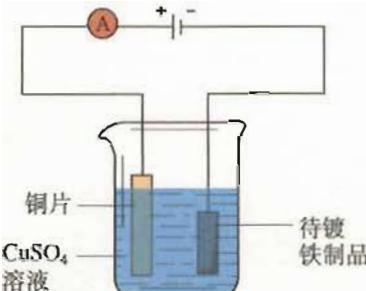

图 3-26 电镀铜实验装置
- 在大烧杯中加入  $\text{CuSO}_4$  溶液①，用铜片作为阳极，把待镀的铁制品(镀件)作为阴极(如图 3-26 所示)，接通直流电源几分钟后，观察镀件表面发生的变化。